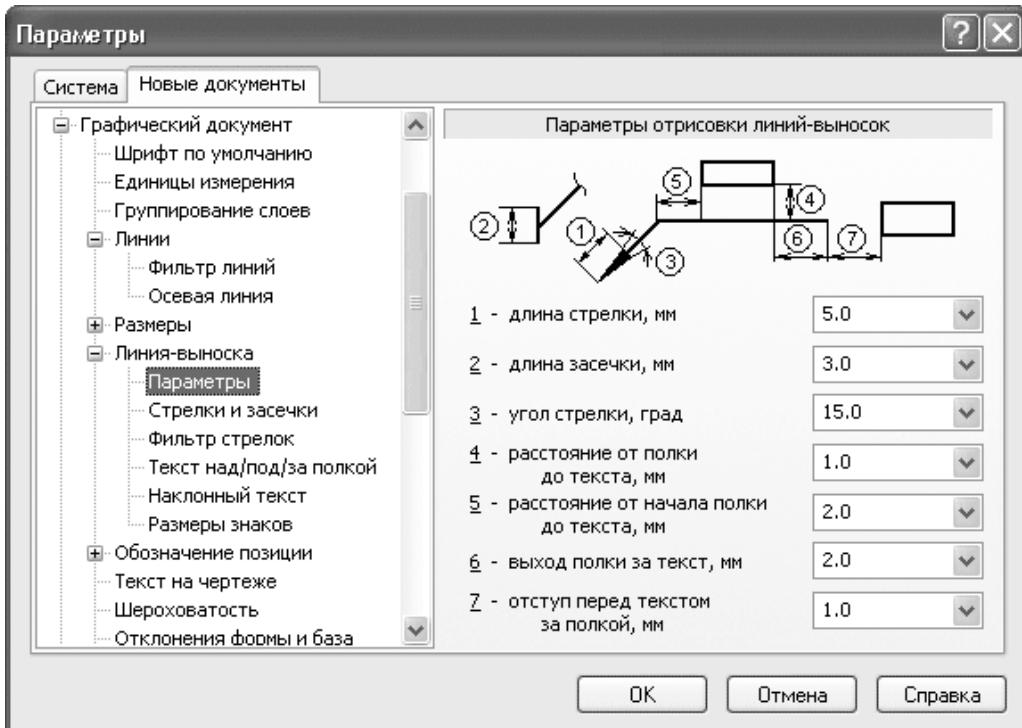

Рис. 1.66. Параметры отрисовки линий-выносок
- Линия-выноска – подобна группе Размеры и содержит параметры отображения линии выноски, то есть геометрические размеры стрелок (рис. 1.66), фильтр стрелок, шрифт текста, отображаемого над, под и за полкой линии выноски;